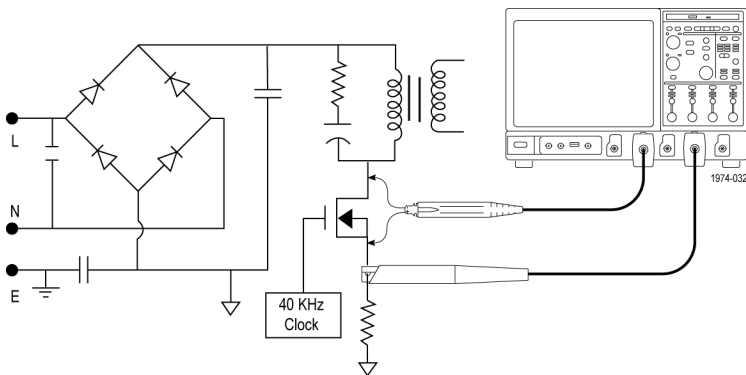

图 4：电源测试点
1. 将差分探头跨接在开关器件上，并将一个电流探头与该器件串联。（见图4）